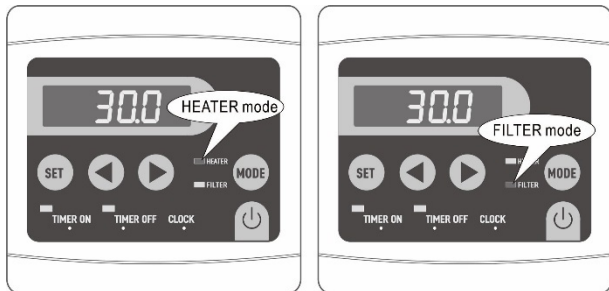

Bild 15 - Wahl der Betriebsart
**Wahl der Betriebsart (Bild 15):**